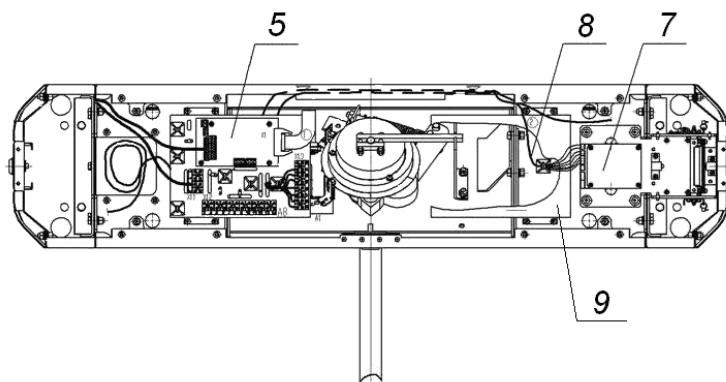
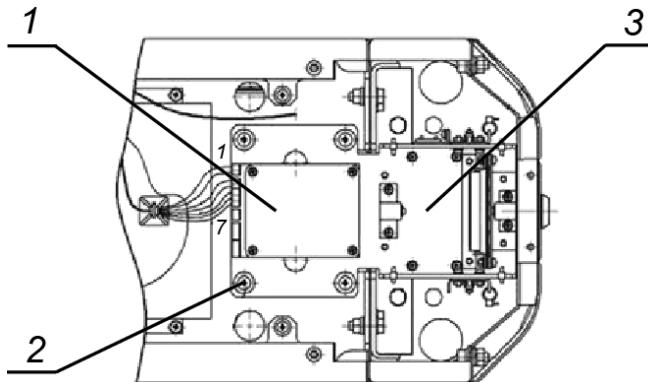

Рисунок 14. Схема прокладки кабелей в стойке турникета
Рисунок 15. Механизм картоприемника
- 2 Подготовьте в полу отверстия под гильзы анкеров для крепления стойки турникета согласно схеме, приведенной на рис. 13. При необходимости прокладки кабелей под поверхностью пола подготовьте в полу кабельный канал, подходящий к зоне ввода этих кабелей в стойку турникета. Установку и крепление стойки производите после прокладки всех кабелей в кабельном канале и внутри стойки. Прокладка кабелей внутри стойки показана на рис. 14.
Для переустановки механизма картоприемника (3, рис. 15) на противоположную сторону, т.е. на сторону считывателя №1 (см. рис. 14), необходимо выполнить следующие действия (номера позиций даны в соответствии с рис. 2.):
- 1 Снимите крышку (3) в порядке, указанном в разд. 6.
- 2 Извлеките контейнер картоприемника (12), открыв замок (13) (см. п. 9.4).
- 3 Извлеките заглушку (10) с противоположной стороны, открыв замок (11).
- 4 Демонтируйте торцевые крышки (8); каждая крышка крепится двумя винтами M4×16 и двумя шурупами Ø4,2×19 снизу со стороны контейнера (12) или заглушки (10); кабели считывателей, находящихся внутри торцевых крышек, не отсоединяйте.
- 7 Отсоедините кабель картоприемника (8, рис. 14) со стороны платы картоприемника.
- 8 Демонтируйте механизм картоприемника (поз.3, рис. 15, – крепится четырьмя винтами M5×20, поз. 2, рис. 15) и установите его на противоположную сторону турникета, закрепив на аналогичное место этими же винтами.
- 9 Переложите кабель картоприемника (8, рис. 14) на сторону считывателя №1. Для фиксации кабеля используйте самоклеящиеся площадки и неоткрывающиеся стяжки входящие в комплект поставки.
Конструкцией турникета предусмотрена возможность установки платы контроллера СКУД внутрь корпуса турникета. Установка платы осуществляется на кронштейн (поз. 9, см. рис. 14). Максимальный допустимый размер устанавливаемой платы контроллера 160×150×35 мм.